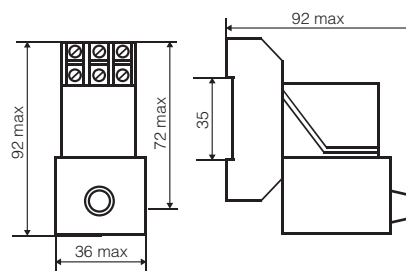

Рисунок 2. Реле с розеткой типа 2
- с розеткой типа 2 – крепление реле на DIN-рейку, с винтовыми зажимами для переднего присоединения проводников (рис. 2);